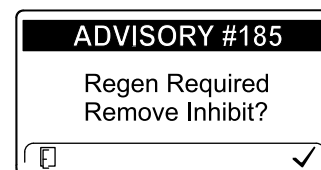

Figure 43
**Remarque:** Si vous programmez l'InfoCenter pour interdire la régénération, l'InfoCenter affiche ADVISORY #185 (avis n° 185) (Figure 43) toutes les 15 minutes tandis que le moteur demande une régénération commandée.